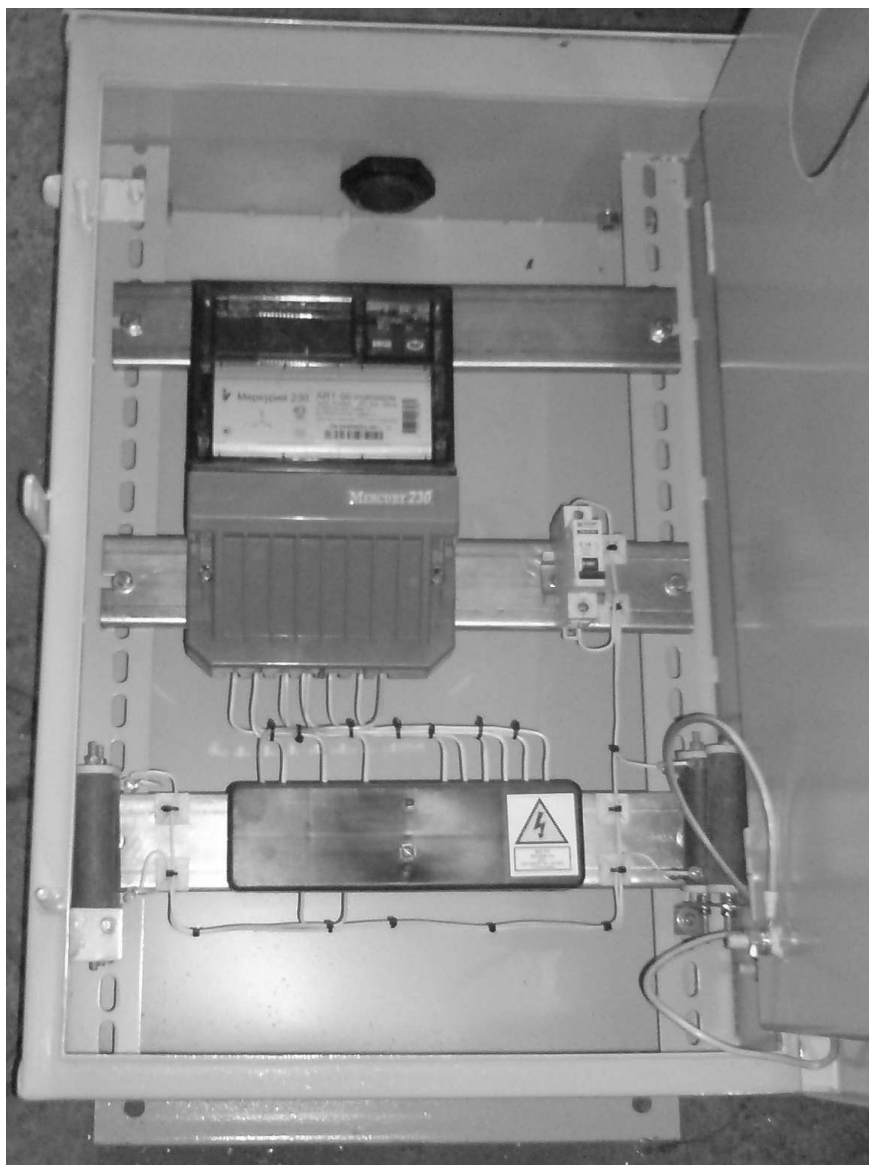

Рис.4
1.5.1. Внешний вид и расположение основных приборов шкафа учета (далее ШУ) представлено на рис. 4.